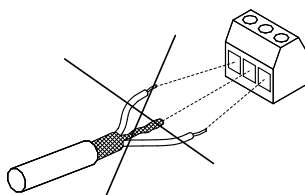

Fig. 39 Ne pas tordre les extrémités du blindage
- Éviter d'aboutir le blindage avec des extrémités tordues. Voir fig. 39. Utiliser plutôt des presse-étoupes ou des entrées de câble CEM vissées.